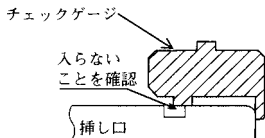

図54 挿し口端面から溝までの距離の確認
- ② チェックゲージが溝と挿し口端面の間に入らないことを確認する(図54参照)。チェックゲージが入る場合、挿し口端面から溝までの距離が短いので、原因を確認し、新たに挿し口加工をやり直す。なお、呼び径75~250と呼び径300~450ではX寸法(図52参照)が異なるため、使用するチェックゲージが異なる。